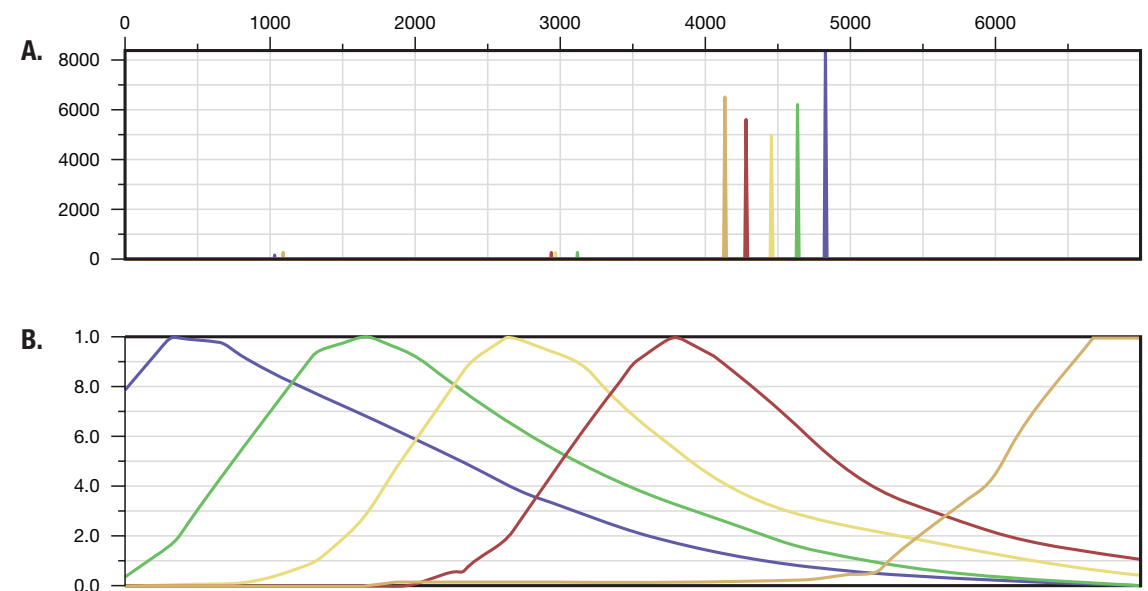

Abbildung 1. Repräsentative Daten für den OncoMate™ 5C Matrix Standard. Panel A. Aufgelöste Fragmentpeaks. Panel B. Farbstoff-Emissionsspektren.
- Überprüfen Sie nach dem Abschluss des Spektralkalibrierlaufs die Ergebnisse der Spektralkalibrierung. Überprüfen Sie für jede Kapillare den Quality Value (Qualitätswert) und die Condition Number (Konditionszahl) der Spektralkalibrierung und überprüfen Sie die angezeigten Spektralemissionsdaten. Akzeptable Kapillaren haben einen Quality Value (Qualitätswert) von $\geq 0,95$ und eine Condition Number (Konditionszahl) von $\leq 8,0$. Stellen Sie sicher, dass die Reihenfolge (von links nach rechts) der aufgelösten Fragmentpeaks in der Anzeige der Intensität vs. Scanzahl Orange, Rot, Gelb, Grün und Blau ist (Abbildung 1, Panel A). Stellen Sie sicher, dass die Reihenfolge (von links nach rechts) der Farbsignale in der Emissionsspektrum-Anzeige Blau, Grün, Gelb, Rot und Orange ist (Abbildung 1, Panel B).